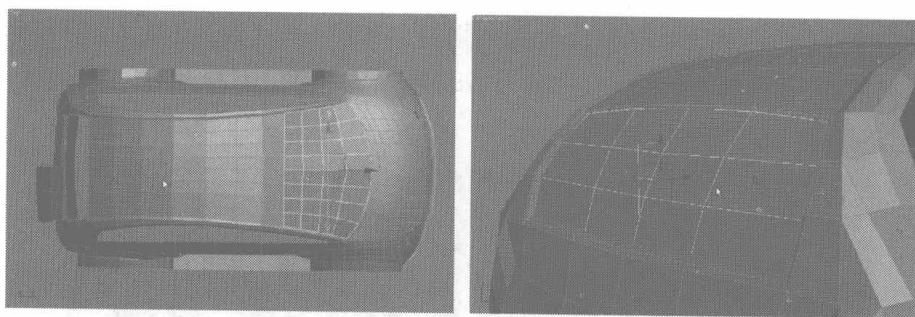

图 7.124
- 20 选择汽车前玻璃的模型，在 修改面板中，单击命令类型右边的小三角按钮，在弹出的快捷菜单中选择 **Symmetry** 命令，在卷展栏中设置对称参数，选择以 Z 轴进行对称复制。用同样的方法，将汽车后面的玻璃进行对称复制，如图 7.124 所示。